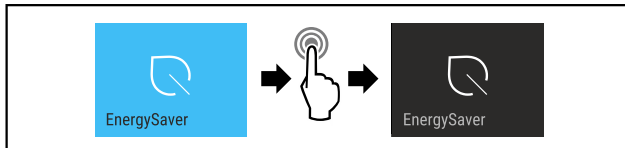

Fig. 17
- ▶ Ejecutar los pasos (consulte Fig. 17).